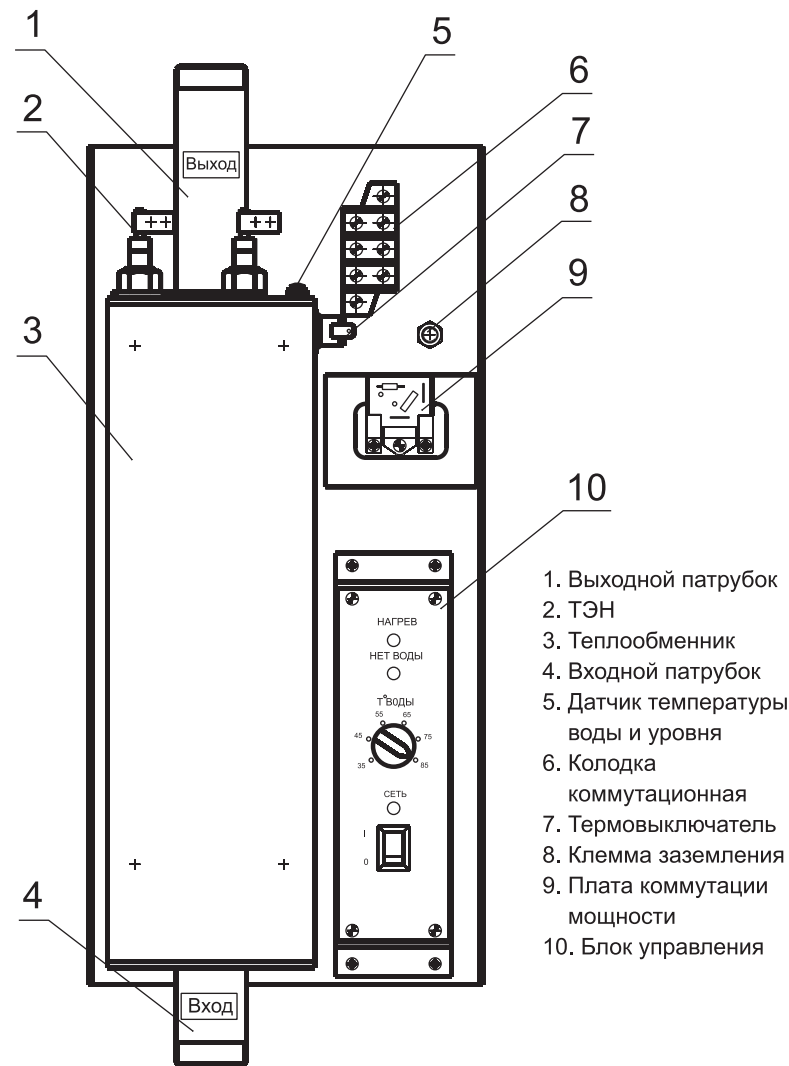

Рис. 1. РунИТ-203, 204.
5.1. Отопитель состоит из следующих основных частей: теплообменника (бака), элементов коммутации и блока управления (рис. 1).
Блок управления служит для анализа и обработки данных с датчиков отопителя и управления процессом нагрева теплоносителя при различных режимах работы электродкотла. На лицевой панели блока управления (рис. 1.) расположены следующие органы управления и индикации: